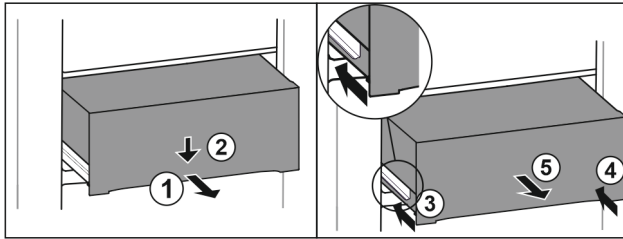

Fig. 145
- Estrarre il cassetto a metà. Fig. 145 (1)
- Premere il cassetto sul lato anteriore verso il basso. Fig. 145 (2)
- Spingere la guida sinistra di circa 2 cm verso l'interno. Fig. 145 (3)
- Spingere la guida destra di circa 2 cm verso l'interno. Fig. 145 (4)
- Rimuovere il cassetto tirandolo in avanti. Fig. 145 (5)